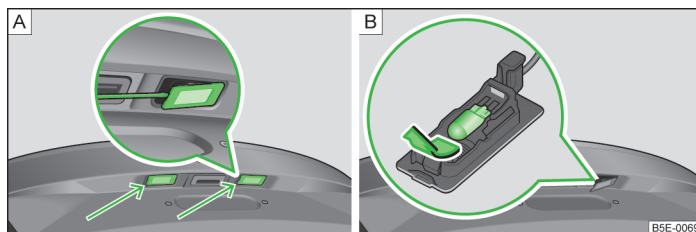

Fig. 180 Desmontar la luz de la matrícula/cambiar la bombilla
- Introducir un destornillador de cabeza ranurada por el punto indicado por una flecha » fig. 180 - A, presionar ligeramente y desbloquear el resorte.
- Extraer la bombilla estropeada del soporte en el sentido de la flecha » fig. 180 - B.